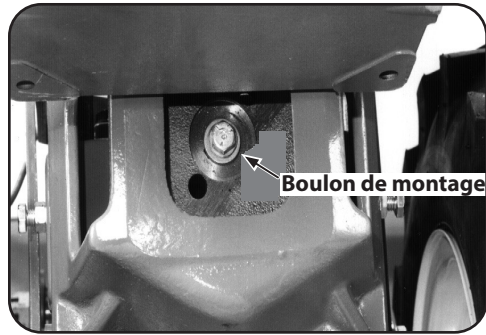

Figure 5-1
- Si la rondelle sous la tête de boulon est desserrée, le boulon doit être resserré. Pour faire cela, insérez d'abord un poinçon ou un gros tournevis dans le trou à côté du boulon et calez l'outil sur le côté du boîtier du support du moteur pour retenir la poulie pendant que vous serrez le boulon. Voir Figure 5-1.